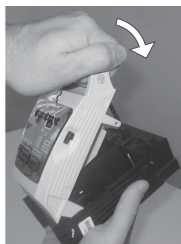

Figura 2
- Levar a cabo e feche a tampa até resistência firme (Figura 2).